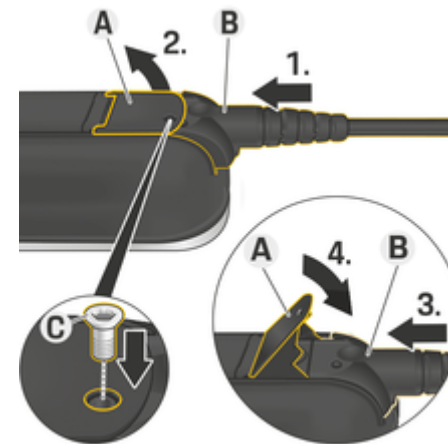

Fig. 126: Ligar cabos e fixar fichas
- ✓ A alavanca **A** (Fig. 126) está fechada.
1. Introduza a ficha **B** (Fig. 126) na unidade de comando até sentir resistência.
2. Levante alavanca **A** (Fig. 126).
3. Empurre a ficha **B** (Fig. 126) completamente para dentro.
4. Feche a alavanca **A** (Fig. 126).
5. Fixe a ficha **B** (Fig. 126) na unidade de comando utilizando o parafuso **C** (Fig. 126).